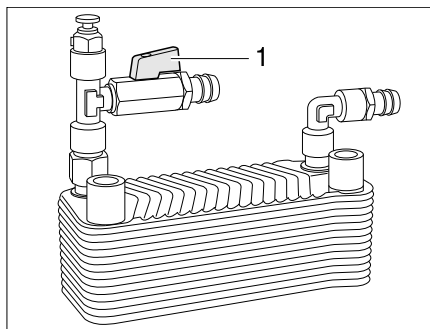

Fig. 310 Termocambiador Alde
- Colocar el tirador (Fig. 310,1) del grifo de cierre en paralelo a la tubería.
- Colocar el tirador (Fig. 310,1) del grifo de cierre transversalmente a la tubería.